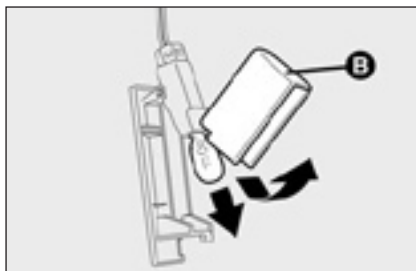

рис. 34
- ☐ откройте защитную крышку **В-рис. 34** и замените лампу;
- ☐ закройте защитную крышку **В-рис. 34**;